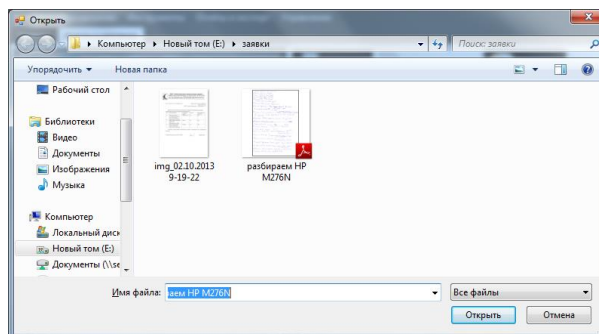

Рисунок 95
- В открывшемся окне (Рис. 95)–Открыть, выберите файл загружаемого документа и подтвердите выбор, нажав кнопку - Открыть.